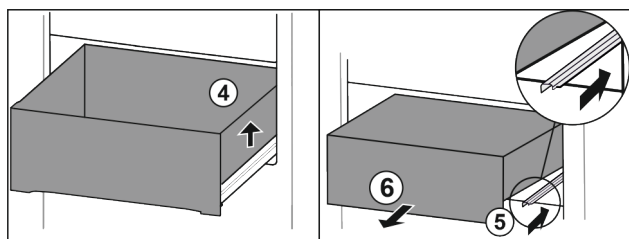

Fig. 185
- Ngrini lart sirtarin djathtas. Fig. 185 (4)
- Shtyni brenda shinën e djathtë. Fig. 185 (5)
- Hiqni sirtarin nga përpara. Fig. 185 (6)